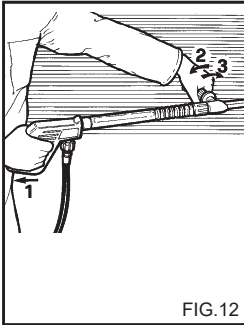
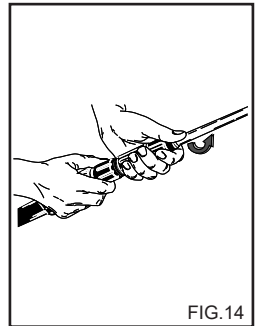

FIG.12
FIG.14
ИСПОЛЬЗОВАНИЕ ДВОЙНОЙ НАСАДКИ ПИСТОЛЕТА (Fig. 12) (дополнительный аксессуар).
2) Снимите удлинитель с ручки и вставьте двойной ствол или ствол с регулируемой головкой (fig. 14), включите мойку, включите всасывание моющего средства, имеющегося в стволе (fig. 12, 13) и нанесите его не промываемую поверхность, действуя снизу вверх.